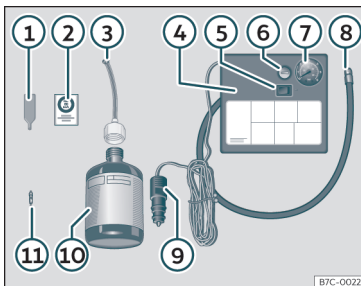

Fig. 38 Rappresentazione standard: contenuto del kit per la riparazione degli pneumatici.
Il kit per la riparazione degli pneumatici si trova nel sottofondo del bagagliaio. Include i seguenti componenti >>> **fig. 38**:
- Svitare il cappuccio e l'elemento di tenuta della valvola del pneumatico. Utilizzare l'apparato >>> **fig. 38** ① per estrarre l'elemento di tenuta. Collocarlo su una superficie pulita.
- Agitare vigorosamente la bomboletta del sigillante per pneumatici >>> **fig. 38** ⑩.
- Avvitare il tubo di gonfiaggio >>> **fig. 38** ③ alla bomboletta del sigillante. La piombatura della bomboletta si rompe automaticamente.
- Rimuovere il tappo del tubo di riempimento >>> **fig. 38** ③ e avvitare l'estremità aperta dal tubo alla valvola dello pneumatico.
- Ricollocare l'elemento di tenuta con l'apparato >>> **fig. 38** ① nella valvola del pneumatico.
- Avvitare il tubo di gonfiaggio dello pneumatico del compressore >>> **fig. 38** ⑧ nella valvola dello pneumatico.
- Verificare che la vite di sfiato dell'aria sia chiusa >>> **fig. 38** ⑥.
• Collegare il connettore >>> **fig. 38 ⑨** a una presa elettrica a 12 V del veicolo >>> pag. 159.
• Collegare il compressore ad aria con l'interruttore ON/OFF >>> **fig. 38 ⑤**.
• Incollare l'adesivo >>> **fig. 38 ②** sul quadro strumenti, all'interno del campo visivo del conducente.
Riavvitare il tubo di gonfiaggio >>> **fig. 38 ⑤** e controllare la pressione con il manometro **⑥**.